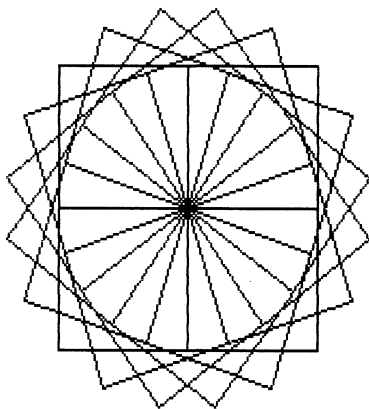

Abbildung 3
2. Programm (Listing 3, Abb. 3)
Listing 3 zeigt das entsprechende Programm und Abbildung 3 eine Hardcopy von einem Programmlauf. Wir haben die Eingabewerte  $s=60$ ,  $n=4$  und  $w=18$  Grad benützt. Experimentieren Sie aber ruhig auch mit anderen Werten!